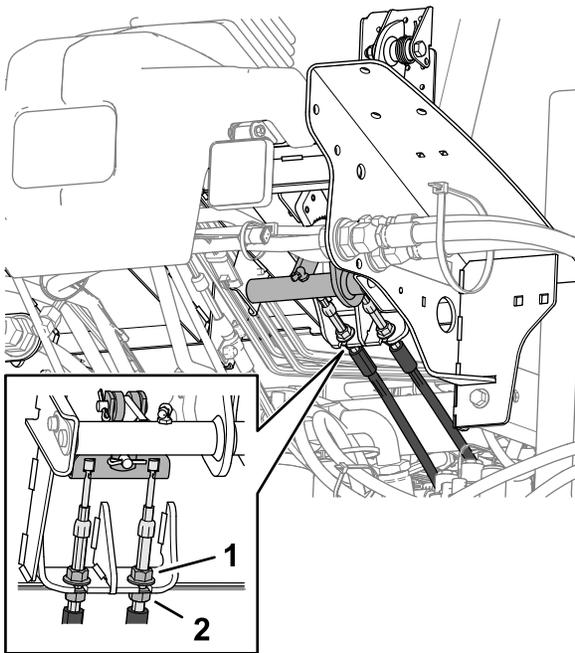

Figura 144
5. Para reducir la holgura del pedal del freno, afloje las tuercas autoblocantes delanteras en el extremo roscado de cada cable de freno (Figura 144).